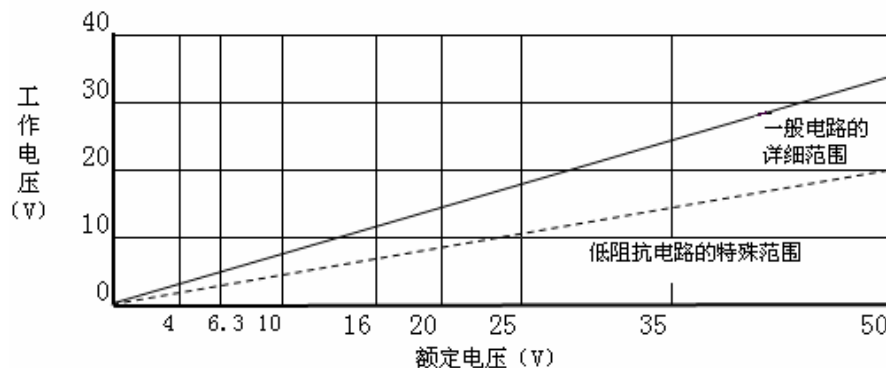

图 7.5-1
- 使用低阻抗电路时(尤其开关电源中的滤波电容器), 请将使用电压设定在额定电压的  $1/3$  以下。使用其它电路时, 请将使用电压设定在额定电压的  $2/3$  以下(见图 7.5-1)。图示如下:
- 钽电容器在电路中, 应控制瞬间大电流对电容器的冲击, 建议串联电阻以缓解这种冲击。请将  $3\Omega/\text{V}$  以上的保护电阻器串联在电容器上, 以限制电流在  $300\text{mA}$  以下。无法加入保护电阻时, 请使用  $1/3$  额定电压以下作为工作电压(见图 7.5-1)。